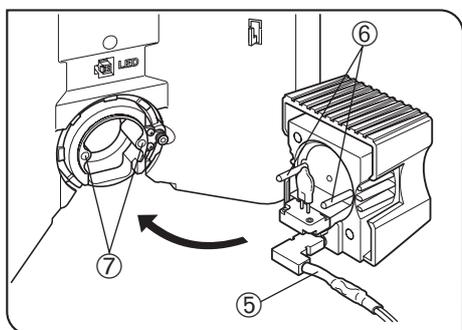

Рис. 46
2. Вставьте кабель лампы ⑤ в направлении, показанном на рис. 46.
3. Совместите направляющие штырьки ⑥ с отверстиями для направляющих штырьков ⑦ сзади корпуса микроскопа и осторожно вставьте патрон лампы в гнездо до отказа.